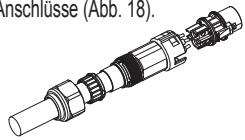

Abb. 18
2. Führen Sie das AC-Kabel durch die Anschlussabdeckung, und schrauben Sie die drei Kabel fest auf die Anschlüsse (Abb. 18).